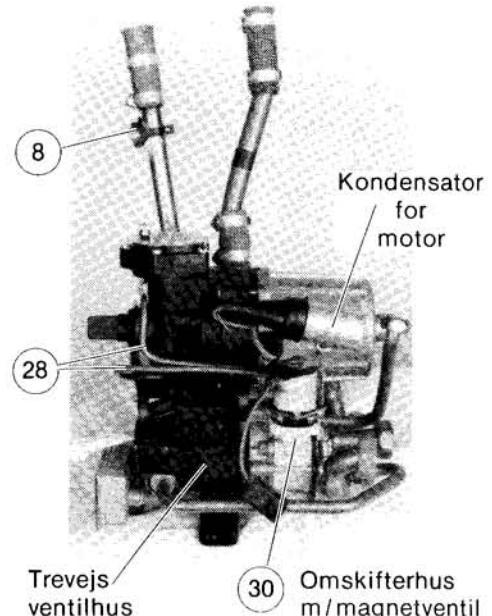

Fig. 7
30. Omskifterhus med magnetventil, se fig. 7.